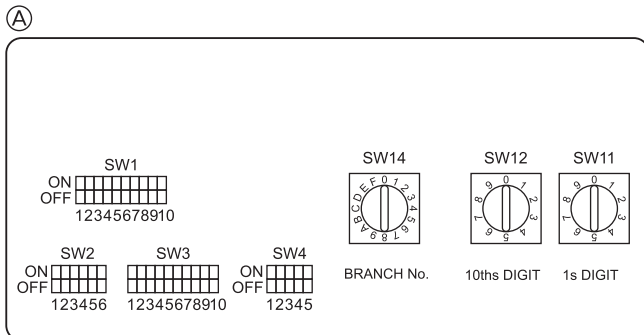

Fig. 5-4
5.5. Configuration des adresses (Fig. 5-4)
5.6. Détection de la température ambiante à l'aide du capteur intégré à la télécommande (Fig. 5-4)